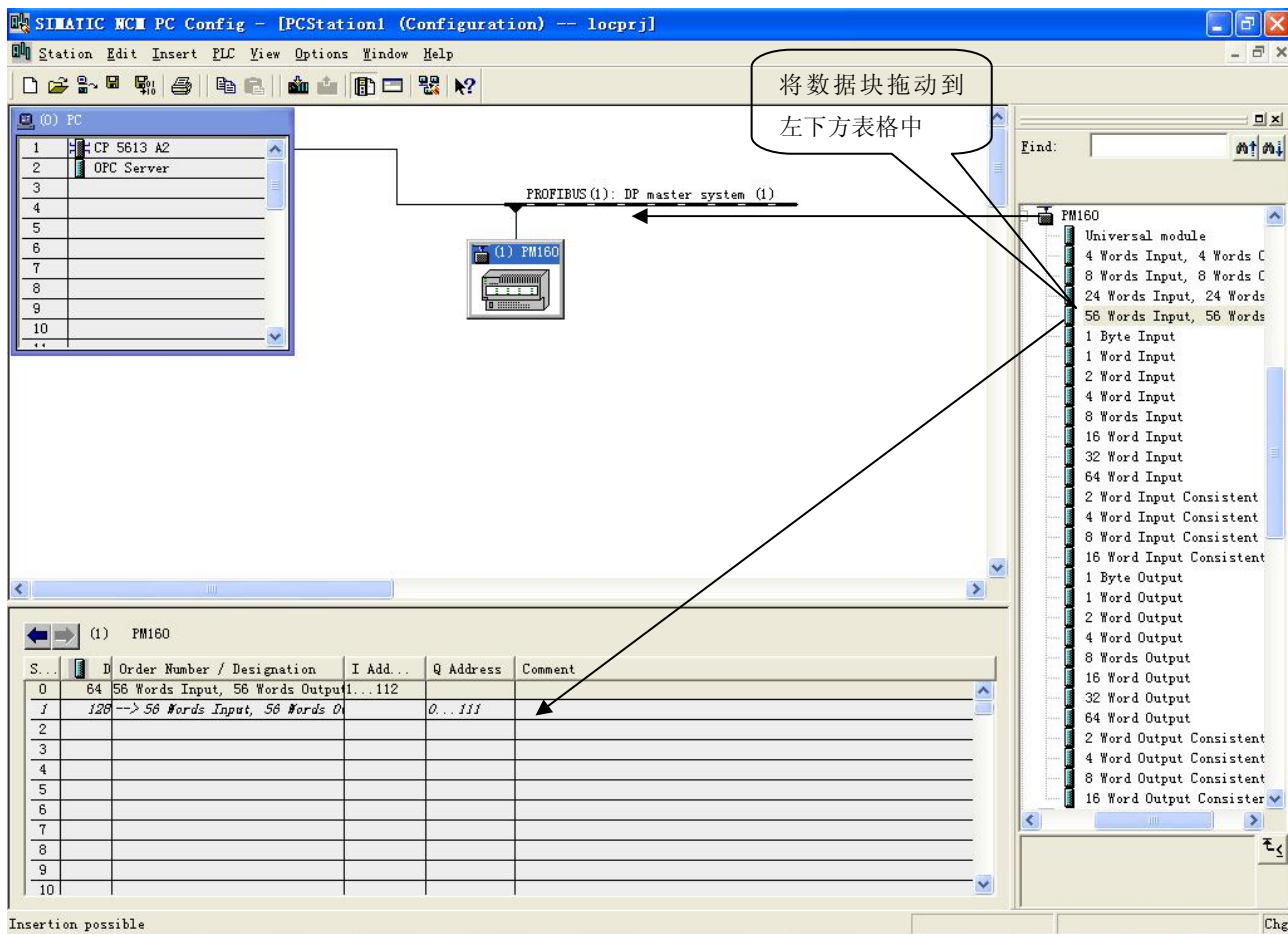

图 10
11. 将从站 PM-160 配入到 PROFIBUS 网络配置当中，并将输入输出数据块，映射到 S7-300 或者其它控制器的内存当中。如图 10: